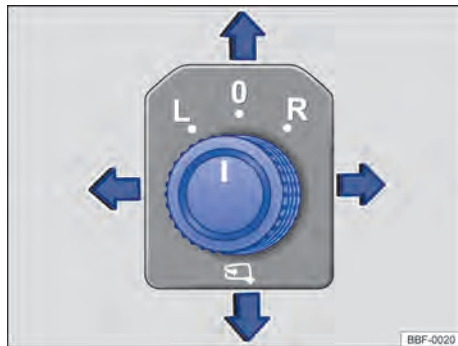

Fig. 77 En la puerta del conductor: mando giratorio de ajuste de los espejos retrovisores eléctricos.
- Girar el mando giratorio en la puerta del conductor hasta el símbolo deseado → **fig. 77**.